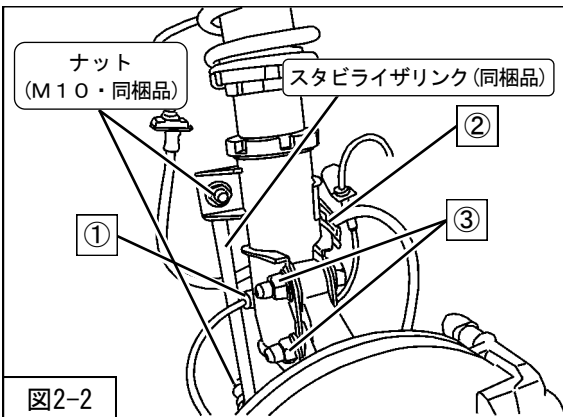

図2-2
を取付けてください。（図2-2）
- 4. ナット（M10・同梱品）（締付トルク：39N・m）を使用して、スタビライザリンク（同梱品）を取付けてください。（図2-2）
- 5. ②ブレーキホース取付クリップ
①車輪速センサハーネスのガイドラバー